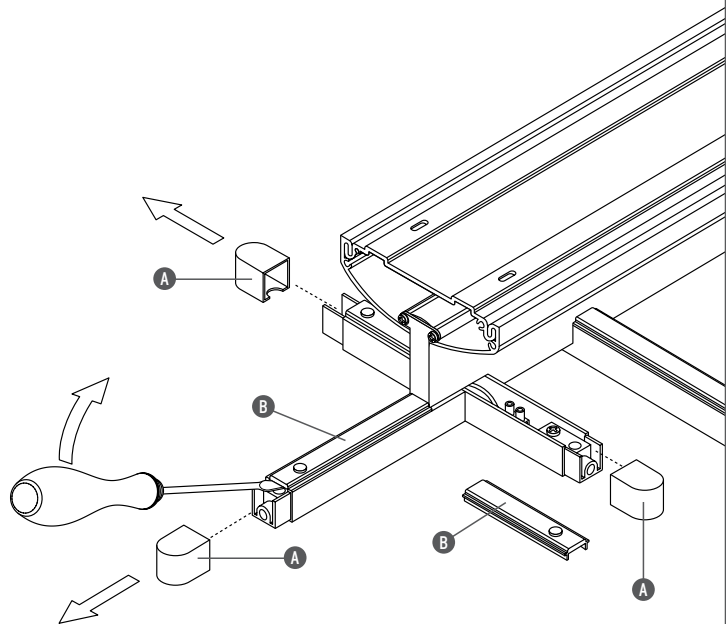

Fig. 1
<IT> Fig.1 Smontare i fregi (A) e le coperture (B).
<EN> Fig.1 Remove the friezes (A) and the covers (B).
<DE> Abb.1 Die Verzierungen (A) und die Abdeckungen (B) abmontieren.
<FR> Fig.1 Démonter les embouts (A) et les protections (B).
<PT> Fig.1 Desmontar as molduras (A) e as coberturas (B).
<RUS> Рис.1 Снять заглушки (A) и крышки (B).
<J > 図1 成形(A)とカバー(B)をはずして下さい。